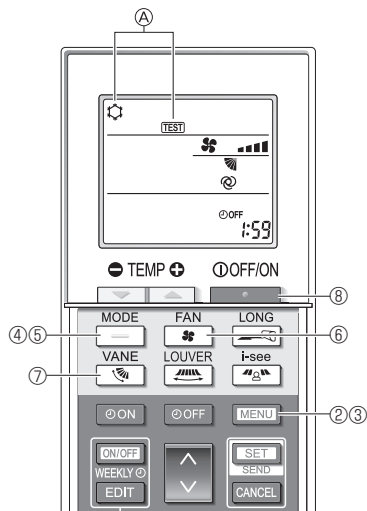

Fig. 7-8
- ① Active la unidad al menos 12 horas antes de realizar una prueba de funcionamiento.
- ② Pulse el botón **MENU** durante 5 segundos. (Fig. 7-8)
En pantalla se visualiza **A** [TEST] (PRUEBA) y el modo actual de funcionamiento. (Fig. 7-8)